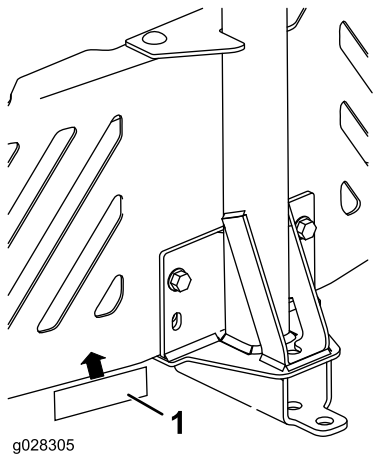

Figura 13
4. Aplicai autocolantul barei de traciune la 1,3 cm în stânga suportului de atașare (Figura 13).